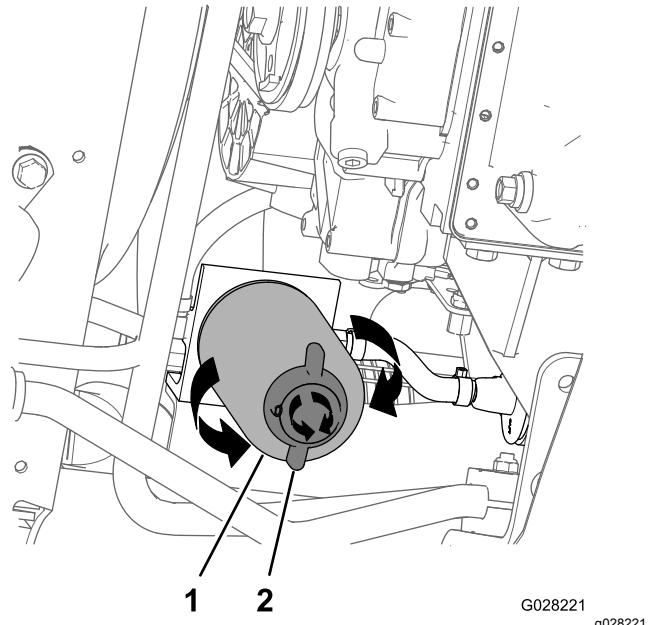

图 76
4. 在燃油滤清器下面放置一个放油盘请参阅 更换水分过滤器 \(页码 48\) 中的 图 76。
2. 在水分离过滤器下面放置一个排油盘 图 76。
3. 逆时针旋转水分离过滤器底部的排水阀 图 76。
4. 清洁水分离过滤器和滤清器安装座周围的区域 图 76。
5. 拆下水分离过滤器 图 76。
9. 确保水分离过滤器底部的排水阀按照顺时针方向旋转牢牢拧紧 图 76。